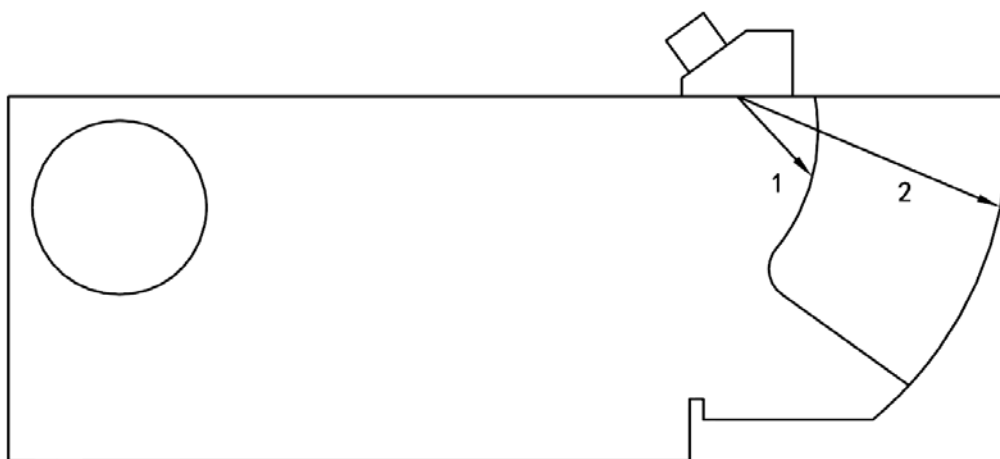
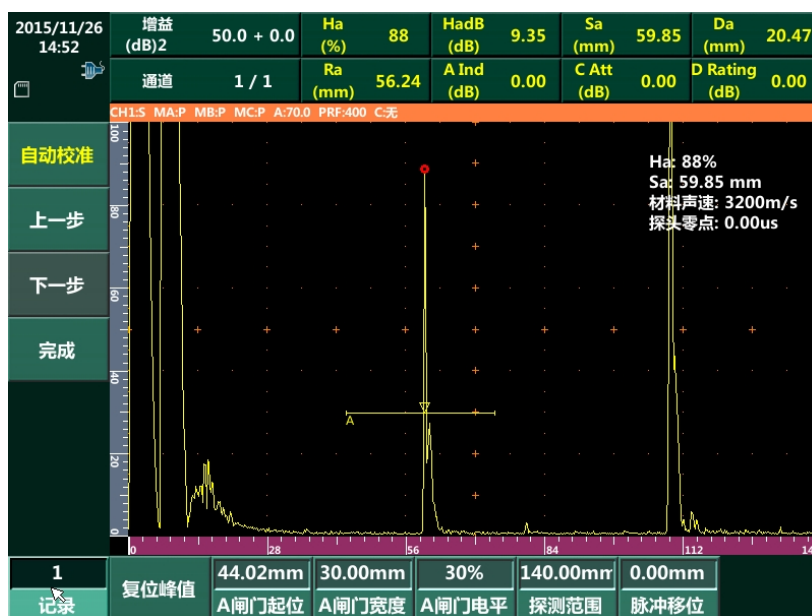

图 2-16 自动校准试块
图 2-19 校准试块
本示例使用的校准试块如图 2-16 所示，第一个反射体声程为 50mm，第二个反射体声程为 100mm。用户也可以选用与其类型相似的试块完成自动校准。
- 4) 将探头放置在校准试块上, 如图 2-16 所示。得到参考点 1 的回波, 如图 2-19 所示。调节“闸门起位”和“闸门宽度”使闸门套住回波, 来回移动探头得到参考点的最高波后按“记录”菜单, 完成参考点 1 记录。